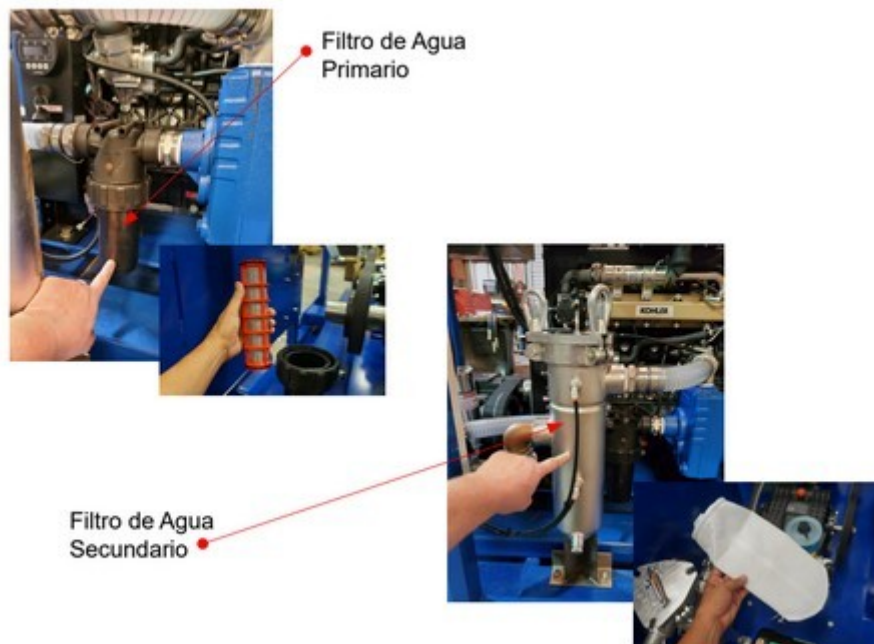

Figura 6.1 - Inspección / limpieza del filtro de agua
- 3) Inspeccione el filtro en línea para asegurarse de que no esté obstruido (consulte la Figura 6.1). Limpiar si es necesario.
- Destornillar la rozca de la carcasa del filtro (gire a la izquierda) (Ver Figura 6.1).